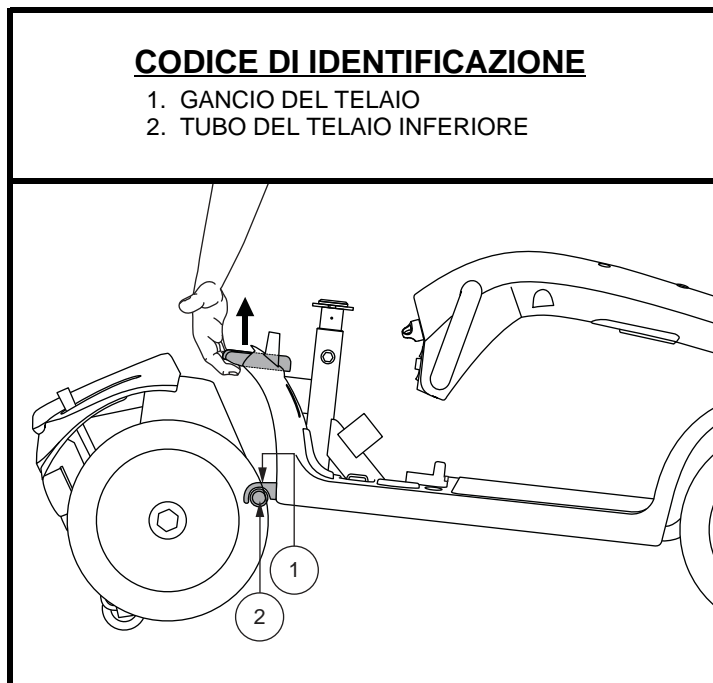

Figura 23. Leva di rilascio del telaio
**Vedere figura 23.**
1. Posizionare sezione posteriore e sezione anteriore dello scooter come da **figura 23**.